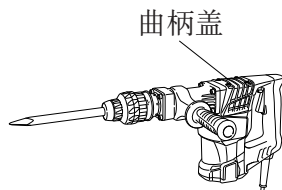

图 5
- (1) 卸下曲柄盖并擦掉内部的旧润滑油。（图 5）
- (2) 向曲柄室加入 35 克（以能遮盖住连接杆为基准）日立牌电镐润滑油 A。
- (3) 更换润滑油后，请将曲柄室安装牢固。